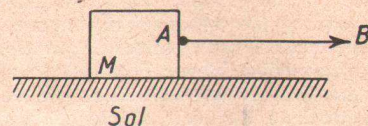

Fig. 2.
2) La figure 2 montre un corps M reposant sur le sol. Nous le tirons horizontalement par un anneau A, en exerçant une force de 250 grammes. Si nous convenons de représenter 100 grammes par 1 centimètre, l'effort est représenté par le vecteur AC, long de 25 mm. et horizontal.